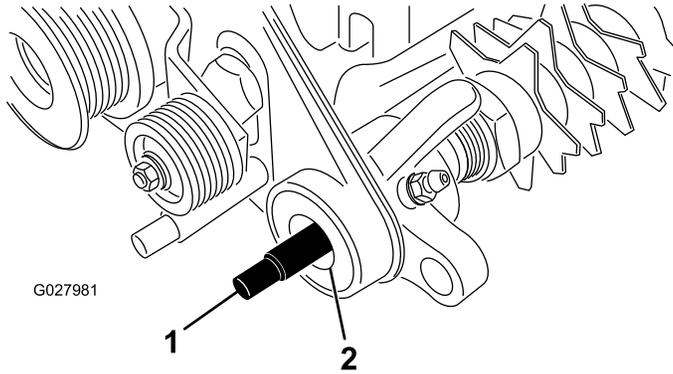

Figura 8
15. Aplique grasa a las juntas del soporte del cojinete de la transmisión y al extremo del eje del groomer (Figura 8).
16. Deslice el extremo acanalado del eje del groomer en el soporte del cojinete del conjunto de la transmisión (Figura 8).